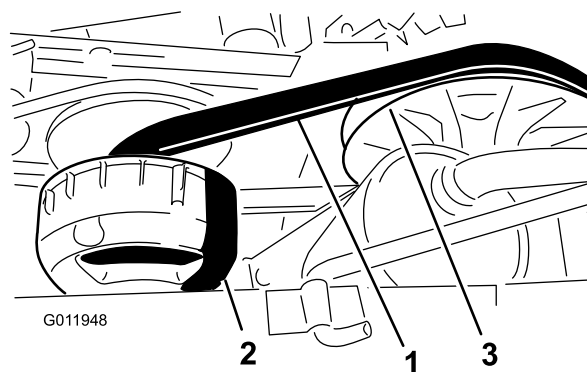

Рисунок 63
4. Проверните и осмотрите ремень (Рисунок 63) для обнаружения признаков чрезмерного износа или повреждений.
3. Поверните и проложите ремень поверх вторичного сцепления (Рисунок 63).
4. Снимите ремень с основного сцепления (Рисунок 63).
5. Проложите новый ремень поверх основного сцепления (Рисунок 63).
6. Поверните и проложите ремень поверх вторичного сцепления (Рисунок 63).